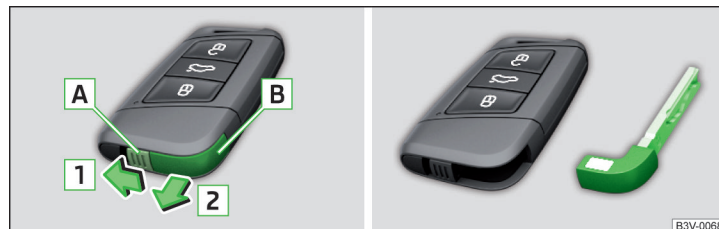

Fig. 53 Llave KESSY
- Desbloquear el gancho de retención **A** en sentido de la flecha **1** » fig. 53.